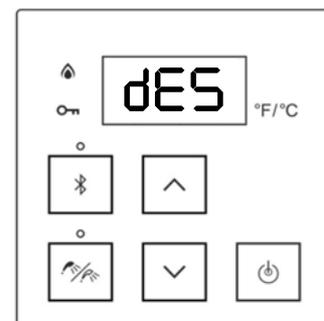

Figura 80
11. Presione el botón "B" durante 1 segundo y suelte cuando la pantalla muestre "dES" (eliminando sarro) (Figura 80). Presione el botón "A". "dES" comienza a parpadear.